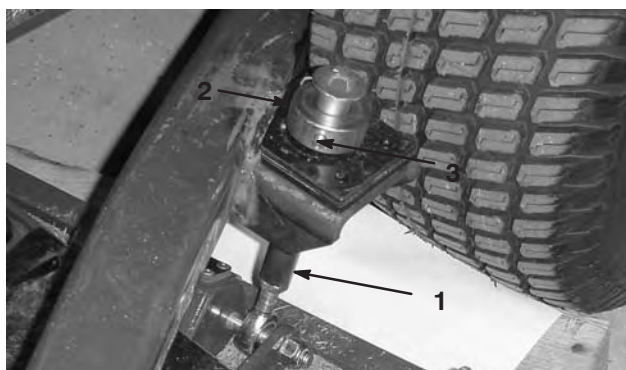

Figure 8
5. Retirez la goupille fendue et l'axe de chape qui fixent la bague de hauteur de coupe à la tige de hauteur de coupe à l'arrière du plateau de coupe (Fig. 8).